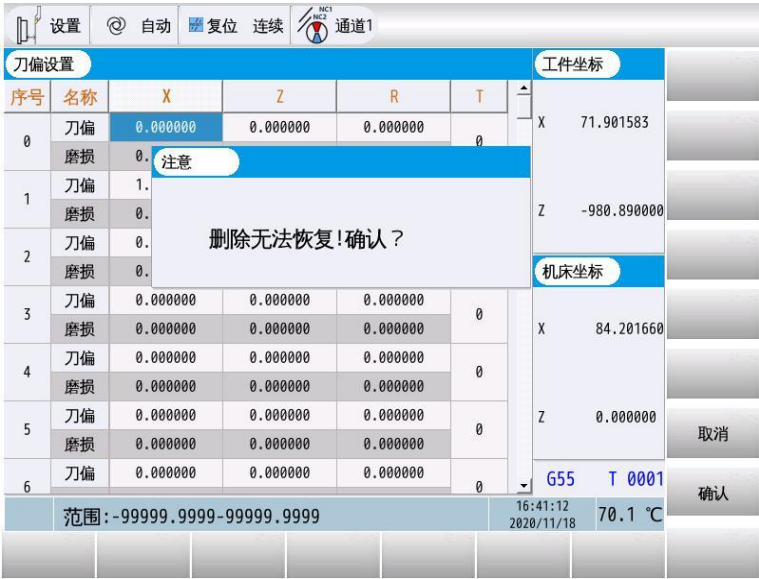

图 8-3 删除刀偏
1) 按 **全部清除** 软键，系统提示“删除无法恢复！确认？”，如图8-3所示；